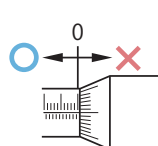

Fig. 3
1. Não ultrapassar o limite superior da faixa de medição, pois isso pode danificar o micrômetro. (**Fig. 3**)